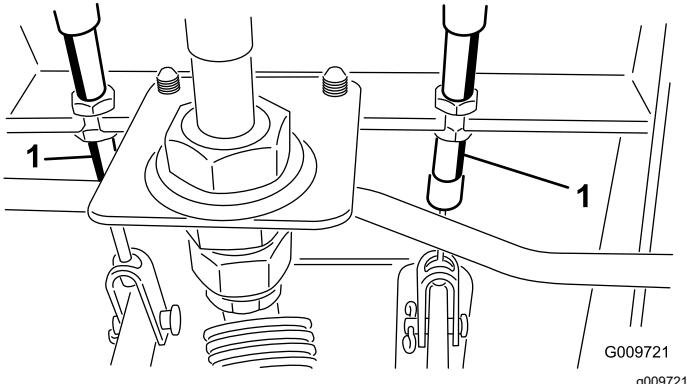

Bild 77
- A. Lockern Sie die vordere Mutter an der Gewindeseite des Bremszuges (Bild 77).